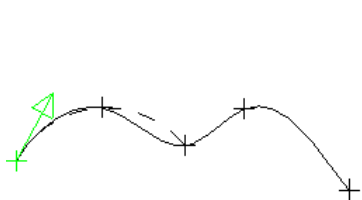

图 3.11.6 3点圆弧
- 3点圆弧** 选项: 系统将根据样条曲线的前三个点创建圆弧,设置起始点的方向与此圆弧相切,如图 3.11.6 所示。